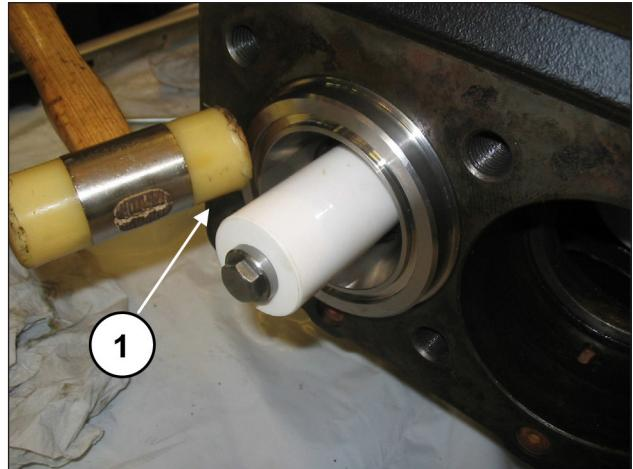
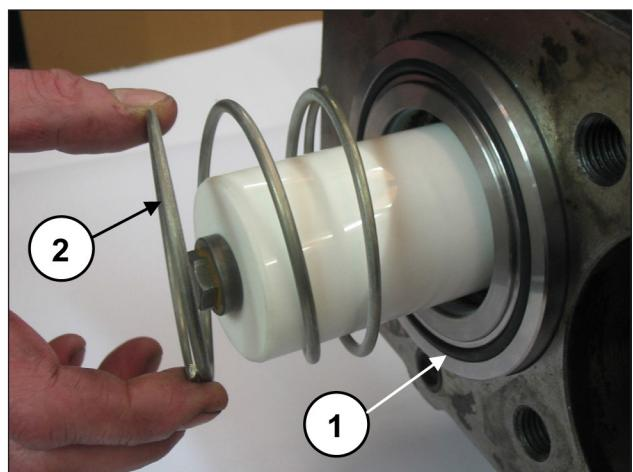

Fig. 186
Fig. 187
Assurez-vous que le bloc de maintien chemise-support atteint la position correcte jusqu'au fond du logement (rep. ①, Fig. 186) ; montez le joint torique avant de la chemise et le ressort (rep. ①②, Fig. 187).